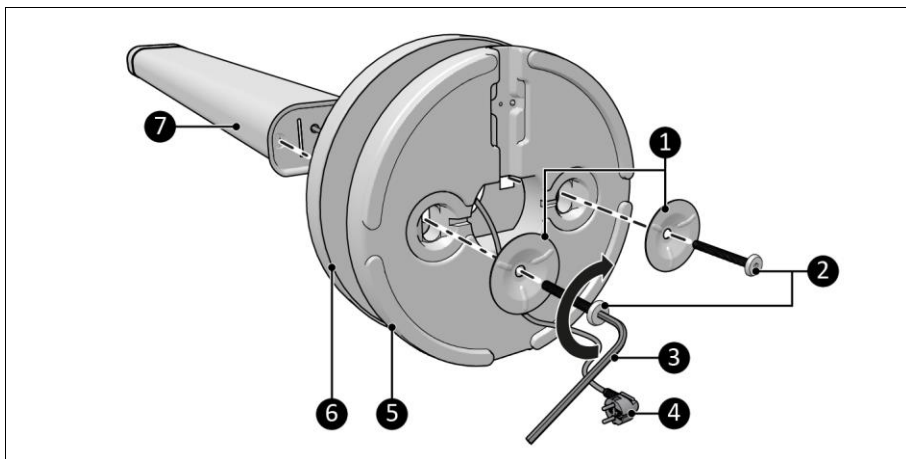

Figura 6
1. Așezați corpul principal pe o suprafață uniformă (Figura 6, poz. 7).
2. Trageți ștecherul (Figura 6, poz. 4) prin deschiderea centrală a capacului de bază (Figura 6, poz. 6) și prin bază (Figura 6, poz. 5).
4. Așezați șaibele (Figura 6, poz. 1) și fixați șuruburile Allen (Figura 6, poz. 2) cu cheia Allen inclusă.